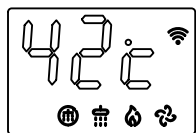

图23
3. 增压模式：用户根据个人喜好，可选择水增压模式，微电脑通过计算后，自动调整水量增压能力，用户能获得舒适的沐浴感受；在待机状态或工作状态下，用户手动调节水增压模式，长按“⊙”键即可进入水增压模式，再次长按“⊙”键即可退出水增压模式（图23）。